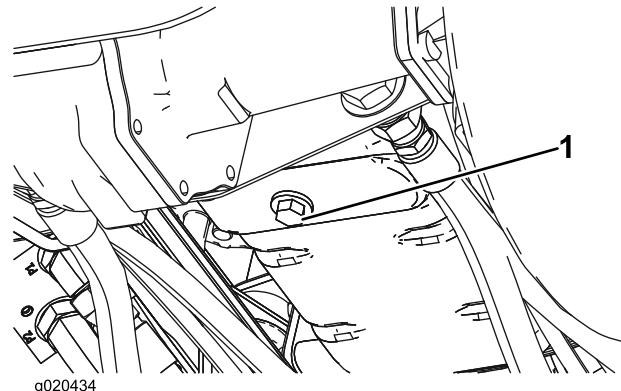

Figura 51
1. Togliete il tappo di spurgo (Figura 51) e lasciate defluire l'olio in una bacina. Quando tutto l'olio cessa di defluire, rimontate il tappo.